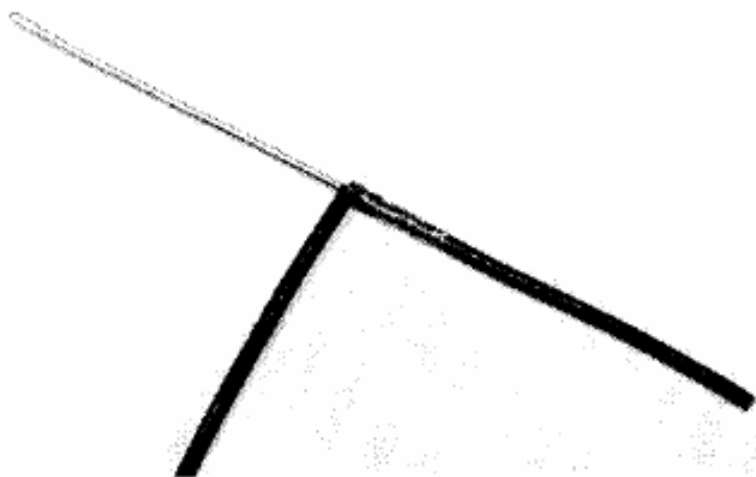

Figura 10.28
3. Inicie a emenda pelo condutor flexível, fazendo as espiras até completá-las (**figura 10.28**).